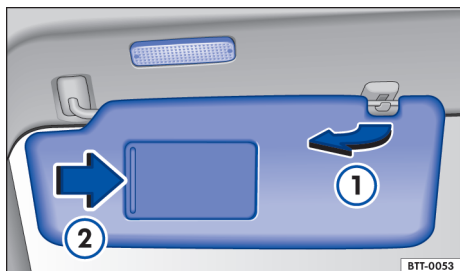

Fig. 80 Para-sol.
- Retirar do suporte e girar na direção das portas → Fig. 80 ①.
No para-sol rebatido para baixo há um espelho de cortesia atrás de uma cobertura. Ao abrir a cobertura → Fig. 80 ② uma lanterna se acende.